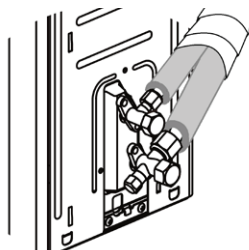

rys. 19 -
- Dopasować końce poszerzonej poprzednio rury (poz.1 - "rys. 19 -") z końcami przyłączy na jednostkach wewnętrznych lub na kurkach jednostek zewnętrznych (poz. 2 - "rys. 19 -").